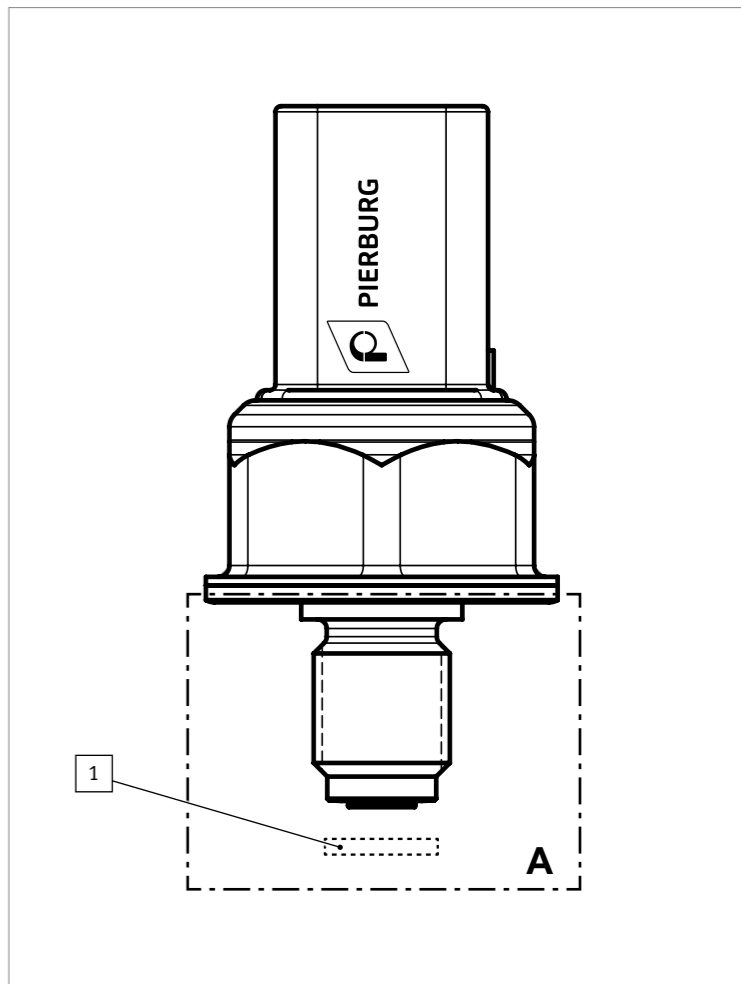

Abb. 2 / Fig. 2 / Рис. 2 / 图2
- Der Bereich A (Abb. 2) und auch das Umfeld des Einbauorts müssen frei von Schmutz, Spänen oder Schmiermitteln sein.
- Area A (Fig. 2) and the area around the installation location must remain free from dirt, chips and lubricants.
- La zone A (fig. 2) ainsi que l'environnement immédiat du lieu de montage doivent être exempts de saletés, copeaux ou lubrifiants.
- Зона А (рис. 2) и зона вокруг места монтажа не должна содержать грязь, опилки или смазку.
- El área A (fig. 2) y también el entorno del lugar de montaje deben estar limpios de suciedad, virutas o lubricantes.